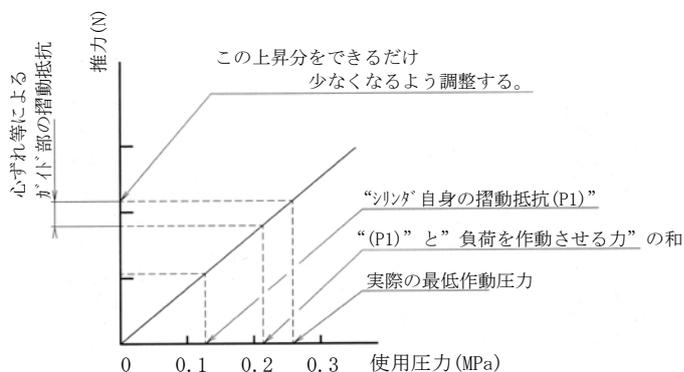

図4.(参考)
- 3) 実際の最低作動圧力は、「シリンダ自身の摺動抵抗」、「負荷を作動させる力」、「ガイド部の摺動抵抗」の3つがプラスされたものです。(図4参照)